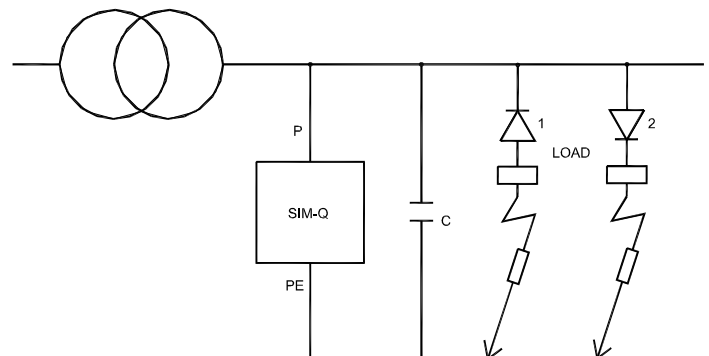

Fig. 4
En raison de la méthode de mesure utilisée, le SIM-Q est capable de mesurer correctement l'isolement sur un réseau d'alimentation AC comprenant tous types de charges, notamment convertisseurs de fréquence (voir les spécifications techniques pour la plage de tension de fonctionnement), soupapes avec redresseurs, propulseurs contrôlés par thyristor, système d'alimentation à découpage, transformateurs, groupes électrogènes, etc. La difficulté en ce qui concerne certaines des charges mentionnées plus haut est qu'un défaut d'isolement, par exemple dans un convertisseur de fréquence, est souvent situé après le redresseur et avant la sortie AC du convertisseur. Ce type de défaut entraîne une tension DC élevée entre le système d'alimentation et le câble de sécurité et par conséquent l'interruption de la mesure pour les contrôleurs utilisant une méthode classique de mesure de résistance ohmique (voir figure 4).
Si une tension DC est détectée mais que le seuil d'alarme n'est pas encore atteint, le LED +FAULT ou -FAULT clignote, indiquant qu'il existe une tension DC supérieure à 50 V entre le système d'alimentation et la terre de protection (PE), mais que le défaut d'isolement n'est pas encore passé sous le seuil d'alarme, voir Fig. 4.